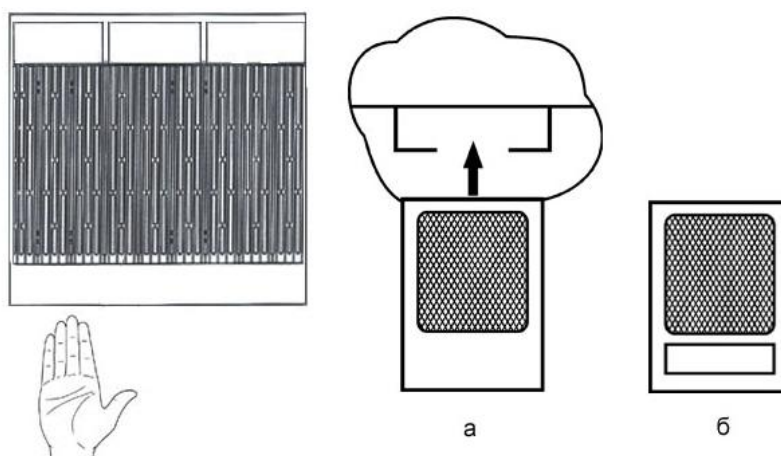

Рис. 3. Извлечение и установка воздушного фильтра.
2. Возьмитесь за ручку-выемку на фильтре (рис. 3б), потяните вниз, а затем с усилием потяните на себя.
2. Возьмите фильтр, как показано на рис.3а и вставьте его в направляющие.